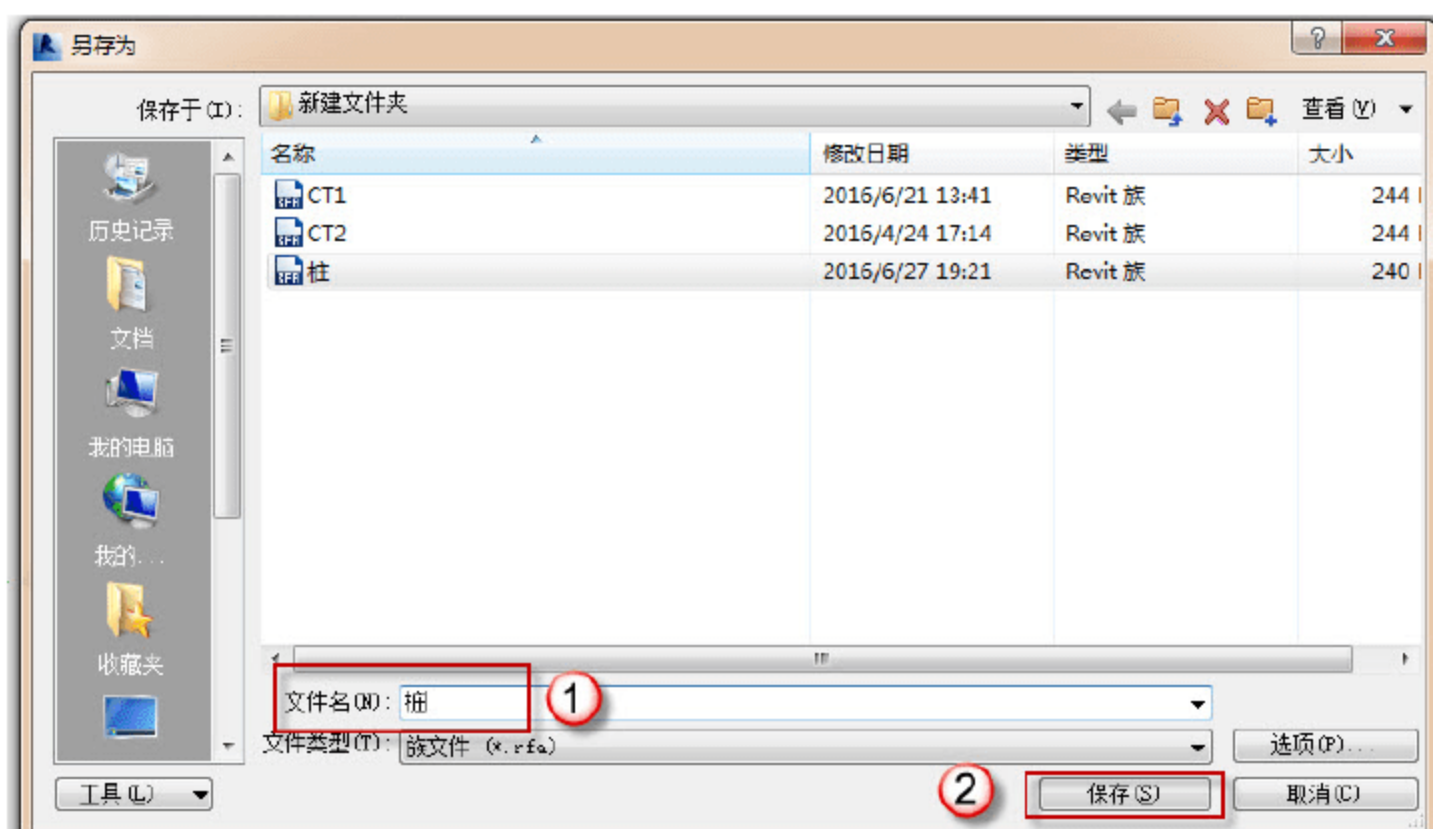

图 2.2.10 另存为族
(7) 另存为族。选择“应用程序”→“另存为”→“族”命令，在弹出的“另存为”对话框中，将已经调整好的承台标头文件另存为“桩”RFA 族文件，如图 2.2.10 所示。